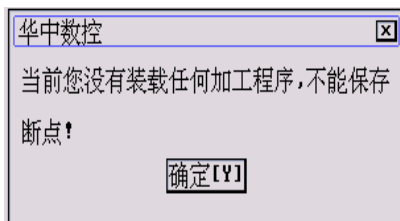

图 6.6.2 提示没有装入程序
- (1) 按 **F4** 键保存断点之前，必须在自动方式下装入了加工程序，否则，系统会弹出如图 6.6.2 所示对话框，提示没有装入零件程序；